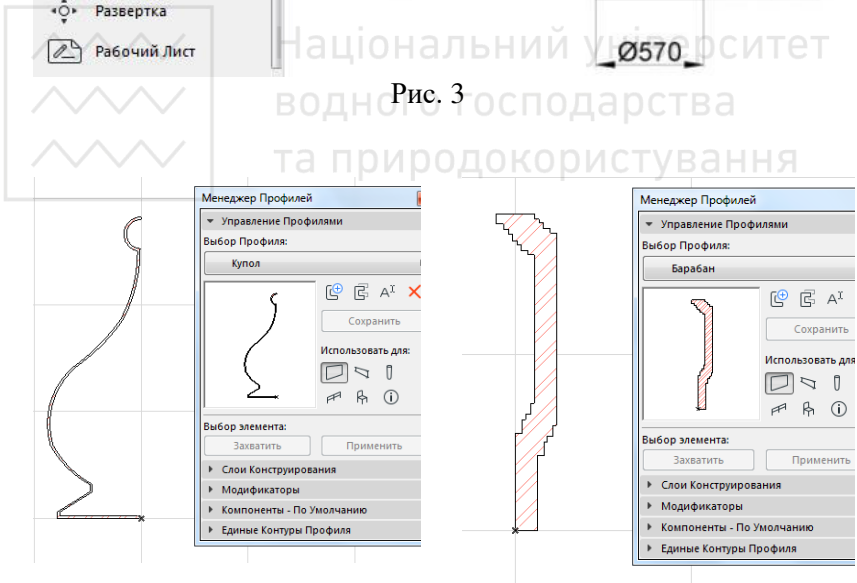

Рис. 4
3. Перенести заштрихований контур барабана і куполу у вікна “Менеджера Профилей” (Параметры - Сложные профили – Менеджер Профилей). І створити відповідно два профілі – Купол і Барабан (рис. 4).